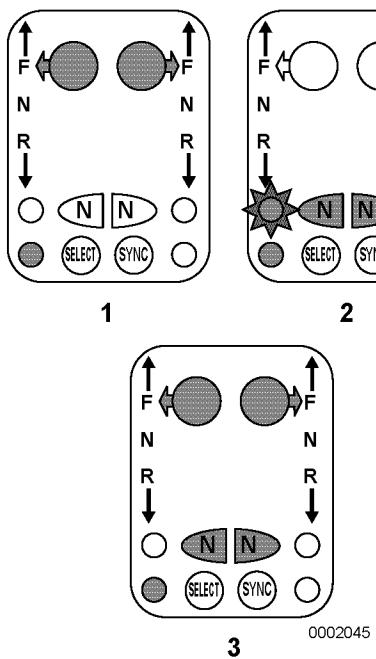

Figura 14
1. Mueva la palanca de mando a una posición de ralentí embragada (rántí avante o ralentí atrás) (**Figura 14, (1)**) y pulse el botón N (punto muerto), (**Figura 14, (2)**) del lado de esa palanca, en el mando de control. El indicador N (punto muerto) (**Figura 14, (2)**) parpadeará para indicar que se ha activado el modo de gas de rango partido.
Ponga la palanca de mando en una posición de ralentí embragada (rántí avante o ralentí atrás) (**Figura 14, (3)**). Pulse el botón N (punto muerto) que se encuentra junto a la palanca en el mando de control. El indicador N (punto muerto) dejará de parpadear, para indicar que se ha desactivado el modo de gas de rango partido.